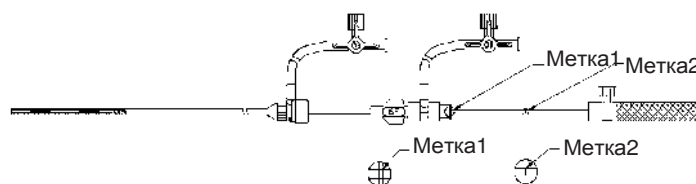

Рисунок 21
- 4.3 Для развертывания кава-фильтра удерживайте доставляющий кабель на месте, затем снова натягивайте оболочку на доставляющий кабель до тех пор, пока метка 2 доставляющего кабеля не покажется на конце соединительной втулки приспособления для загрузки. Это указывает на то, что кава-фильтр полностью расправлен из оболочки. (См. **Рисунок 21**)
Рисунок 21: Метка 1 указывает на то, что кава-фильтр находится на дистальном конце оболочки, но при этом полностью находится внутри оболочки. Метка 2 указывает на то, что кава-фильтр полностью расправлен из оболочки.